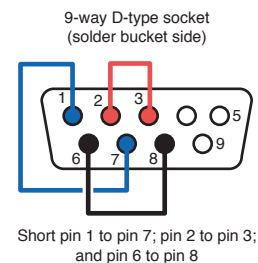

Abbildung B1.6.3
Berühren Sie eine dieser Tasten, wird auf dem entsprechenden seriellen Port ein Loopback Test durchgeführt. Damit der Test erfolgreich ist, müssen Sie eine 9-poligen Typ D Buchse laut Abbildung B1.6.3 verdrahten und mit dem entsprechenden Port auf der Rückseite des Schreibers verbunden. Mit der gezeigten Verdrahtung kann sowohl der EIA232, als auch der EIA485 Kommunikations Standard getestet werden. Als Ergebnis des Tests erscheint an Stelle von 'Serial 1' oder 'Serial 2' 'S1(2) Passed' oder 'S1(2) Failed'. Enthält Ihr Schreiber keine Comms Option, erscheint immer eine 'Failed' Meldung.